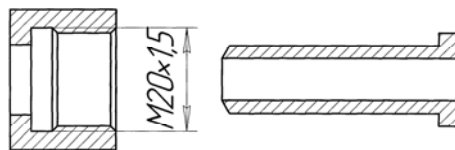

Рис. 7-9. Гайка, ниппель.
- ниппель вварной с накидной гайкой (рис. 7-9),